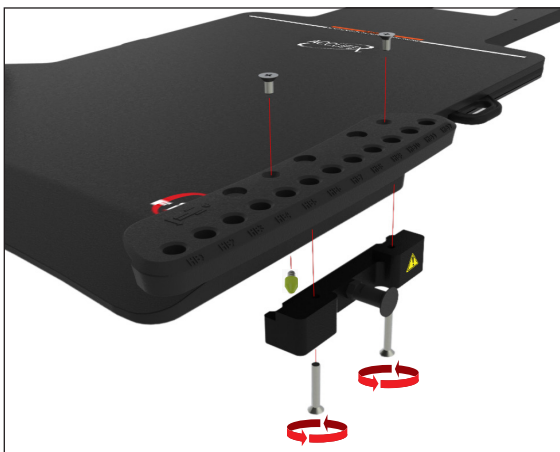

Fig. 1
1. Montera adaptrar på varje handtagsmatrix med två (vardera), ¼-20 x 1 ½-tums skruvar (Fig. 1).